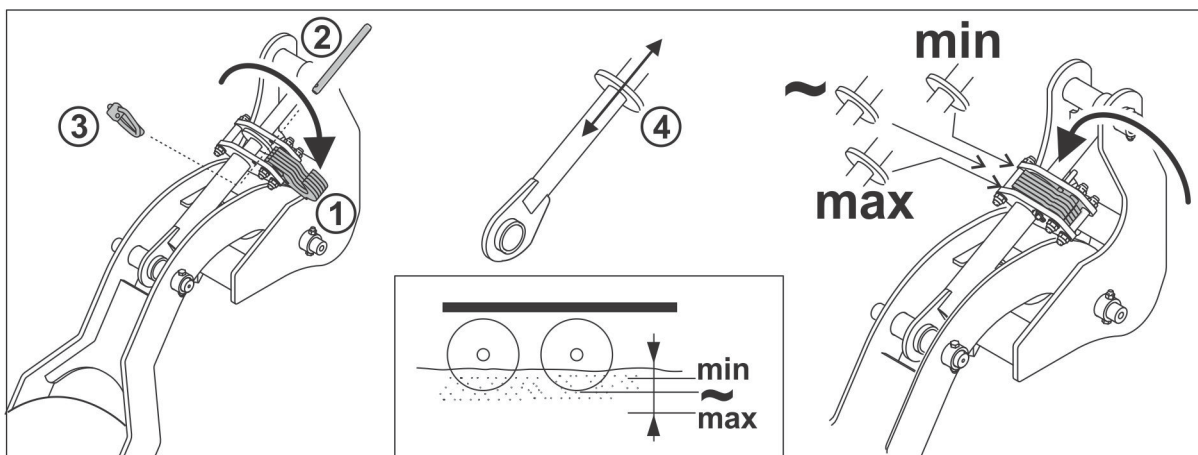

Рис. 28
Перед проведением регулировки снимите фиксирующий палец (Рис. 28/2).
После проведения регулировки зафиксируйте дистанционные элементы (Рис. 28/1) фиксирующими пальцами и пружинными фиксаторами (Рис. 28/3).
2. Отведите задние дистанционные элементы (начиная с упорного диска (Рис. 28/4), на обеих консолях).
2. Отведите передние дистанционные элементы (начиная с упорного диска (Рис. 28/4), на обеих консолях).